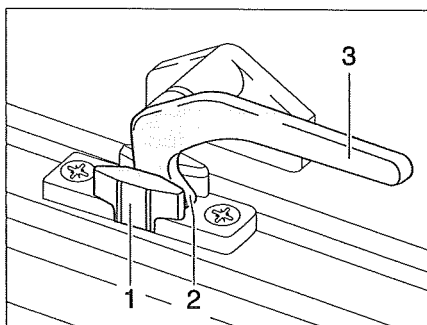

Bild 34 Låsarm i läget "Kontinuerlig väd-ring"
- I läget "Kontinuerlig vädning" (Bild 34)
- Sväng låsarmen (Bild 34,3) ett kvarts varv mot fönstrets mitt.
- Vrid tillbaka låsarmen. Därvid måste låsspaken (Bild 34,2) föras in i spåret på fönsterlåset (Bild 34,1).